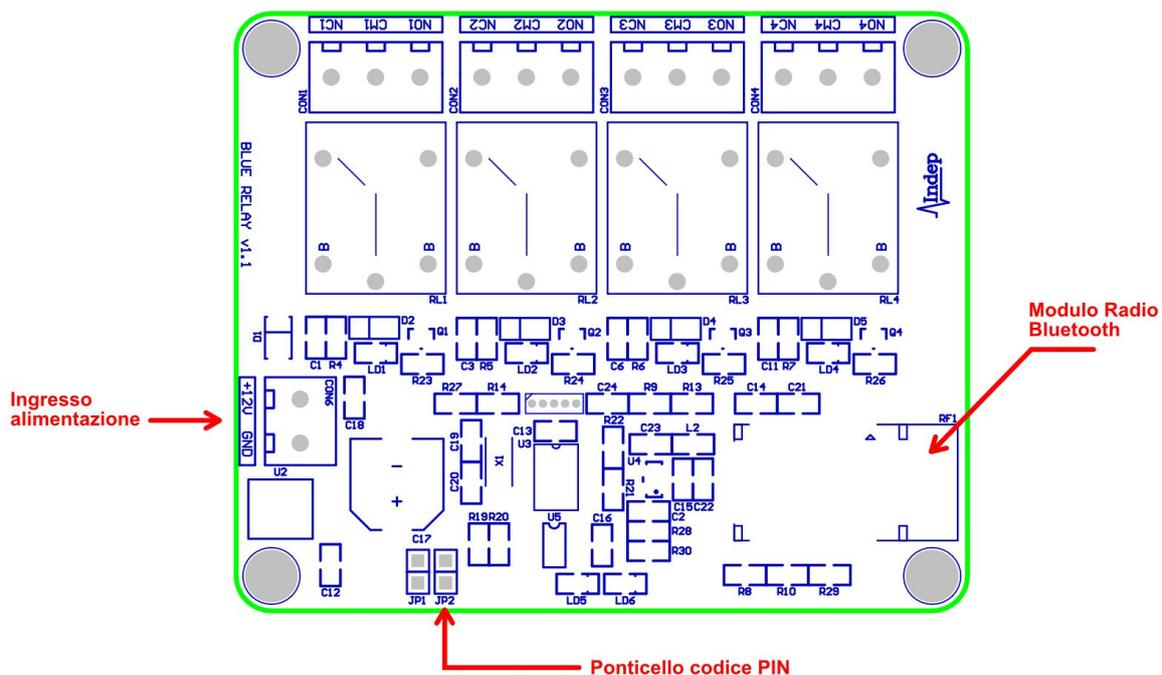

Fig.1 - Schema della scheda BLUE RELAY.
2. Togliere il ponticello presente sul jumper JP2: tale jumper è posto nei pressi del morsetto di alimentazione, come si vede dallo schema di Fig.1.